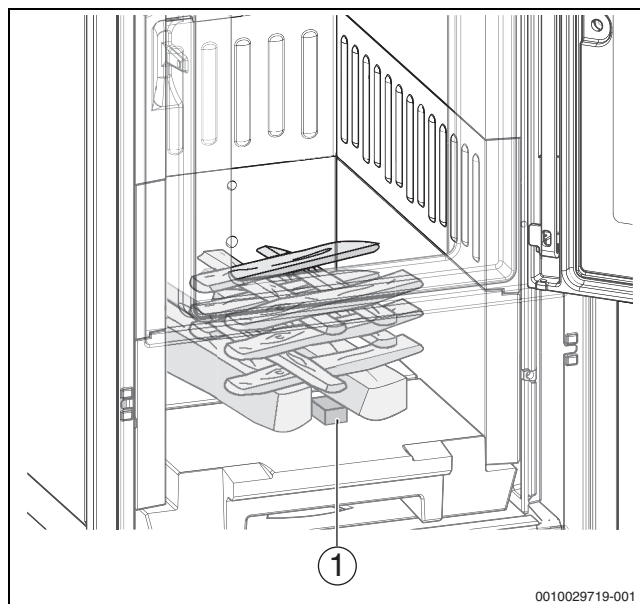

Bild 21 CO-armes Anheizen (Beispielbild)
- 2 Feuerwürfel (→ Bild 21, [1]) im vorderen Bereich auf den Feuerraumboden legen.